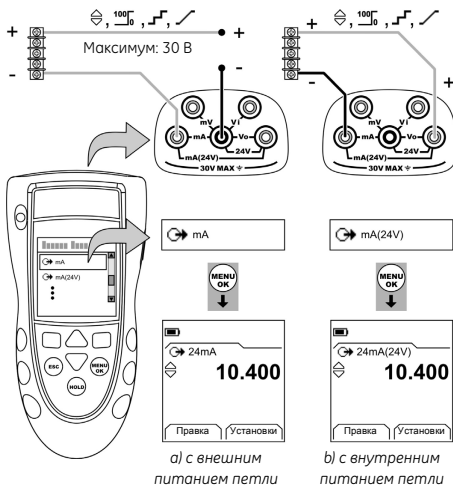

Рисунок 3: Пример конфигурации - Подача мА
1. Подключите прибор (Рисунок 3) и, при необходимости, отрегулируйте *Настройка* (Таблица 1).